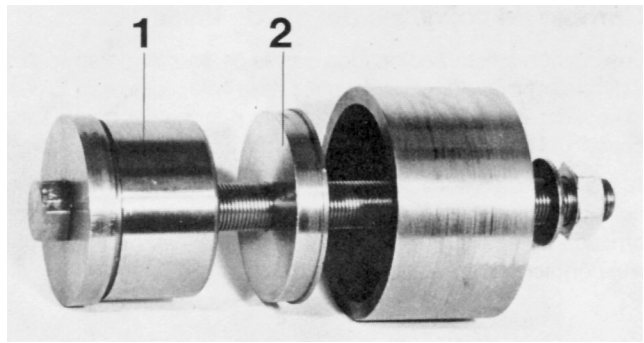

Figure 28. Outil 884489 pour démontage et montage des paliers de vilebrequin.
1. Défaire ou extraire l'ancien palier en se servant d'un mandrin (1), voir figure 28, ou de l'outil 884489.